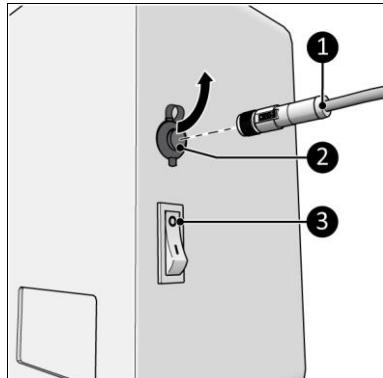

Figure 12
- Assurez-vous que le commutateur ON/OFF est en position OFF (figure 12, pos. 3).
- Branchez le connecteur du capteur de température (figure 12, pos. 1) sur la prise du capteur (figure 12, pos. 1).
2. Mettez le commutateur ON/OFF sur la position OFF (figure 12, pos. 3).